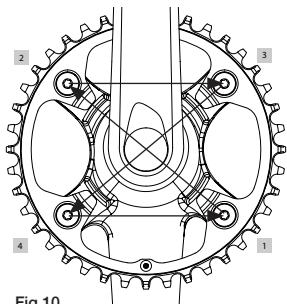

Fig.10
- Siga un orden en cruz para el apriete de los cuatro tornillos (1-2-3-4) (Fig. 10).